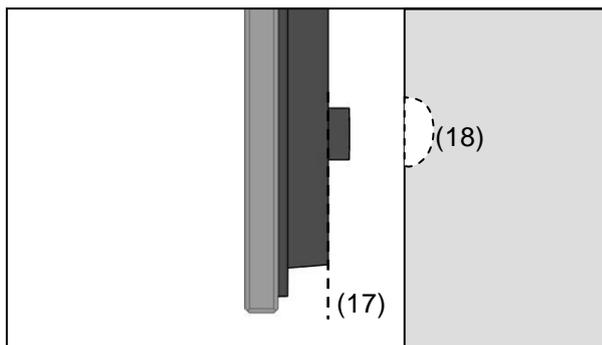

Bild 8
- Untere Buchse für den Gewindestift entfernen (Bild 8, 17) oder ggf. eine Vertiefung in der Wand (Bild 8, 18) erzeugen, die die Buchse aufnehmen kann.